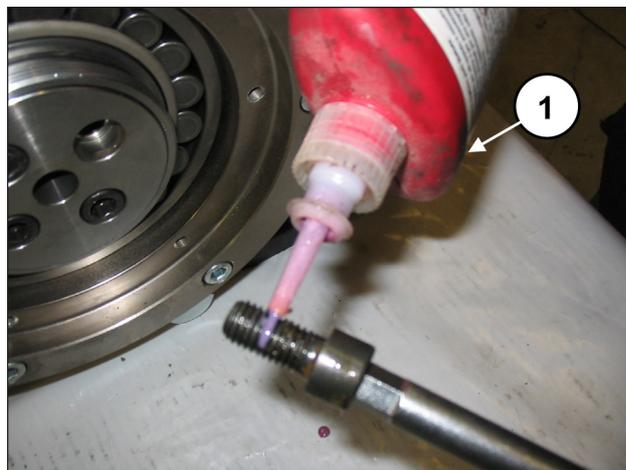

Fig. 87
**Aplicar LOCTITE 243 a las roscas de los tornillos M12x25 (pos. ①, Fig. 87).**